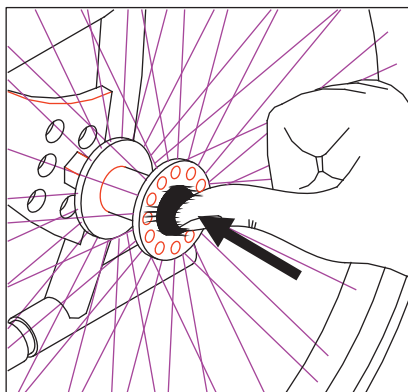
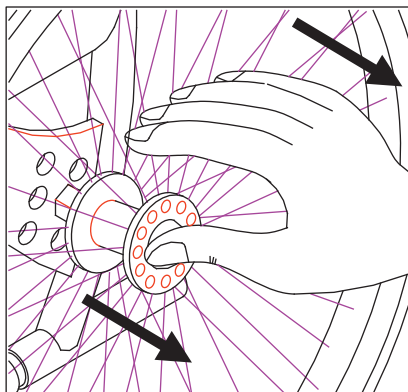

Bild 1
Bild 2
Die Feststellbremsen sind ein wesentliches Sicherheitselement des Rollstuhls. Sie sind seitlich so angebracht, dass sie vom Nutzer leicht erreicht werden können (ggf. Bremshebelverlängerung Art. 15.92P zurüsten). Der **12.74 Profile L** hat Bremsen, die auf Platzersparnis angelegt sind. Um zu bremsen, drücken Sie die Hebel nach vorn bis sich die Antriebsräder nicht mehr drehen und die Hebel einrasten (Bild.1). Zum Lösen der Bremsen ziehen Sie die Hebel nach (Bild.2). Bremsen rechts und links immer gemeinsam benutzen.
- drücken Sie den Knopf in der Achsenmitte (Bild 1);
- Ziehen Sie das Rad ganz heraus (Bild 2).